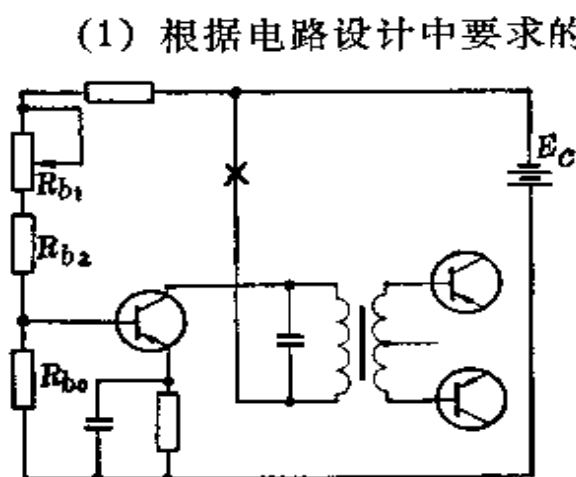

图 13-10
以测试外差式收音机的前置低放电路(图 13-10)为例:
(2) 将集电极回路断开(图13-10中的“×”处)，把测试器接入，接线柱A接电源 $E_C$ 负极的一端，接线柱B接集电极负载的一端(这里就是接变压器的一端)。两只接线柱不能接错。
(3) 调节偏流电阻 $R_{b1}$ 的阻值，同时不断接通和断开测试器上的电键K，并用耳机监听。耳机中的“喀喀”声没有了，或者达到最小时，集电极电流就调到规定的值了。